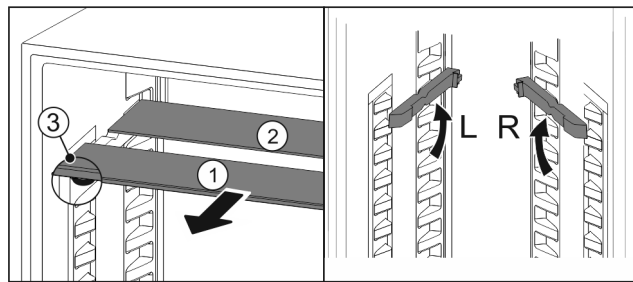

Fig. 57
- Izvucite Fig. 57 (1) staklene ploče jednu po jednu prema naprijed.
- ▷ Staklena ploča Fig. 57 (1) s ukrasnom letvicom nalazi se sprijeda.
- ▷ Zaustavljači Fig. 57 (3) su usmjereni prema dolje.